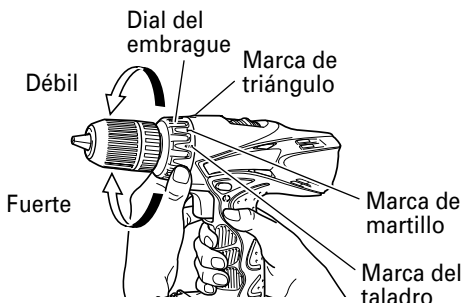

Fig. 6
- Confirmar la posición de la dial del embrague (Ver la Fig. 6)
3. Cambio de rotación a impacto (Ver Fig. 6)